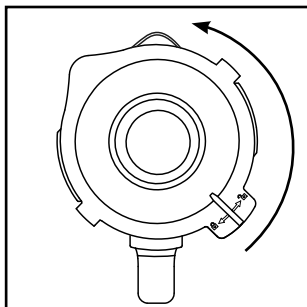

Fig. 1
- 1) Drej blenderkanden ❸ i retning mod uret, indtil pilen ▼ under blenderkandens håndtag står over positionen . Tag blenderkanden ❸ lodret op fra motorblokken ❹.
- 2) Fjern låget ❷ ved at dreje det mod uret i retning af position  (se fig. 1), indtil du kan tage det af oppefra.
- 3) Fyld blenderkanden ❸ mindst op til den nederste streg på skalaen ❶ og maksimalt til MAX-markeringen. For at opnå optimale resultater anbefaler vi følgende maksimale påfyldningsmængder: